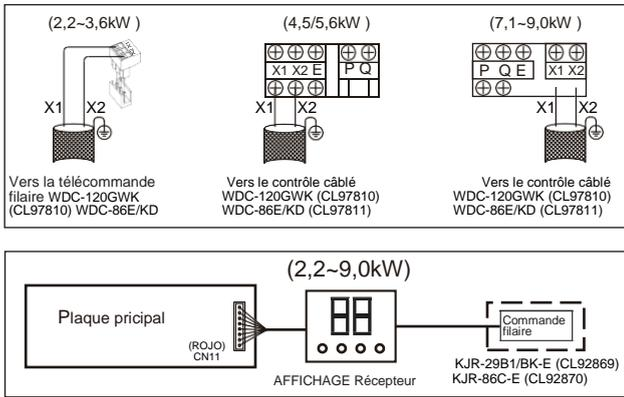

Figure 6.10
- ◆ Les ports X1/ X2 de la carte de commande principale et le port de communication unidirectionnel (du côté de l'écran récepteur) sont destinés à différents types de communication. (voir Fig. 6.10)